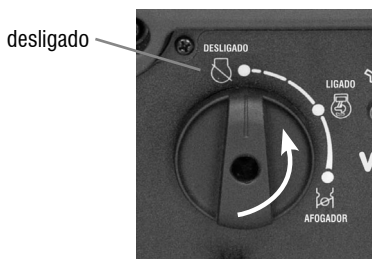

Fig. 24 – Etapa 2
- c. Coloque a chave seletora (14) na posição “0” (conforme Fig. 24).